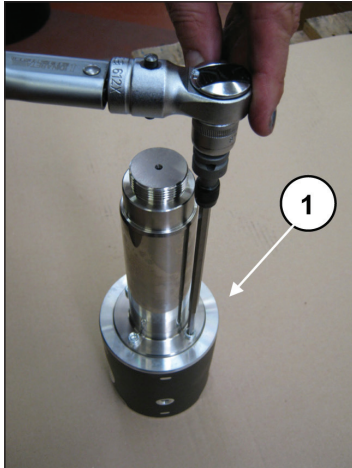

Fig. 38
Pour désassembler la tige du guide de piston, dévisser les vis à tête cylindrique M6 à l'aide d'une clé appropriée (rep. ①, Fig. 38).